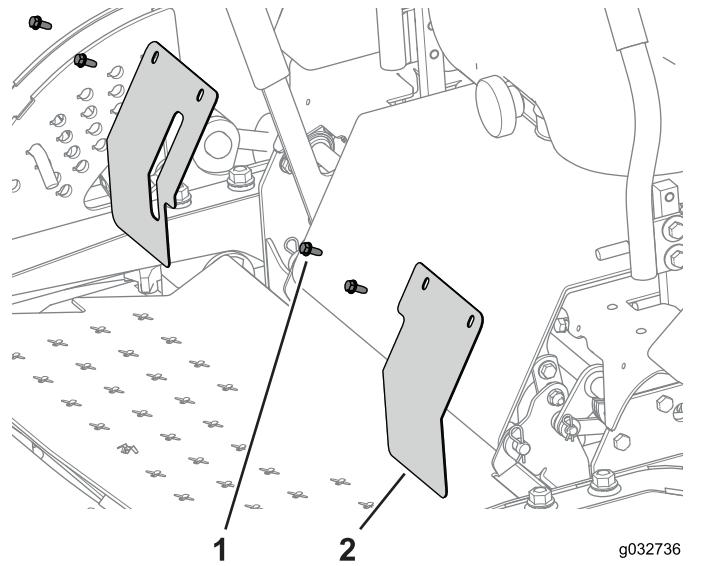

Figure 53
1. Retirez les boulons et les 2 plaques de protection pour accéder aux écrous et aux boulons qui fixent le cadre d'été à la machine (Figure 53).